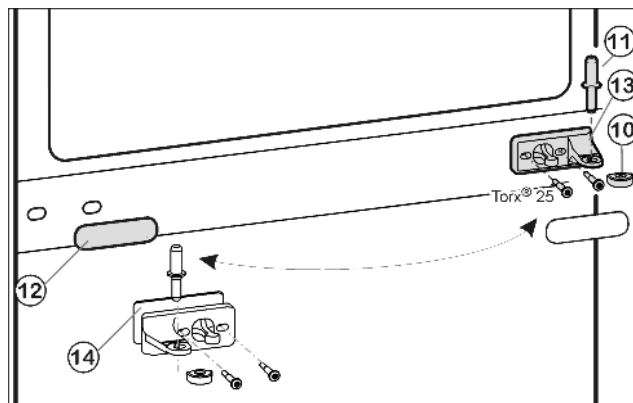
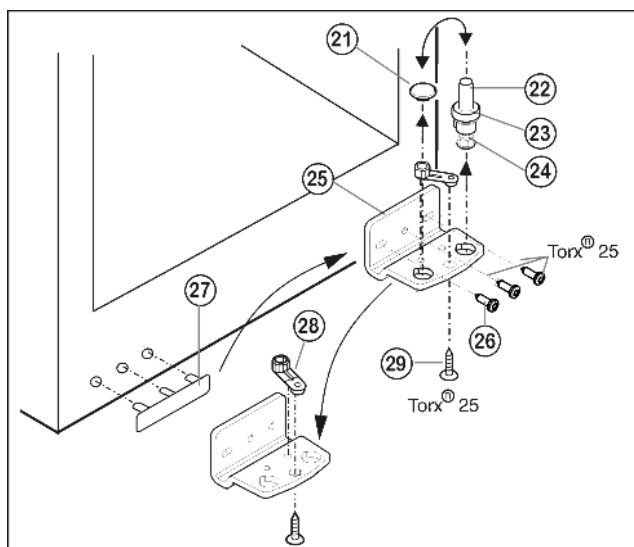

Fig. 5
Fig. 6
- Prostřední ložiskový čep Fig. 5 (11) vytáhněte ze stojanu ložiska a spodních dveří.
- Plastovou čepičku Fig. 5 (10) stáhněte.
- Stojan ložiska uprostřed Fig. 5 (13) odšroubujte (2 krát Torx® 25).
- Krytku Fig. 5 (12) opatrně stáhněte.
- Prostřední stojan ložiska Fig. 5 (13) s podložkou Fig. 5 (14) přišroubujte otočený o 180° na novou stranu závěsu (s 4 Nm).
- Krytku Fig. 5 (12) otočenou o 180° zasuňte na nové straně madla.
- Ložiskový čep Fig. 6 (22) včetně podložky Fig. 6 (23) a seřizovací nožky Fig. 6 (24) vytáhněte nahoru.
- Zátku Fig. 6 (21) odstraňte.
- Stojan ložiska Fig. 6 (25) odšroubujte Fig. 6 (26).
- Ložiskový díl Fig. 6 (28) odšroubujte Fig. 6 (29) a přemístěte jej do protilehlého upínacího otvoru stojanu ložiska, pak ho znovu pevně přišroubujte.
- Krytku na straně madla Fig. 6 (27) opatrně vytáhněte a přemístěte na druhou stranu.
- Stojan ložiska Fig. 6 (25) na nové straně závěsu zase přišroubujte příp. pomocí akumulátorového šroubováku (momentem 4 Nm).
- Zátku Fig. 6 (21) zase vložte do druhé díry.
- Ložiskový čep Fig. 6 (22) včetně podložky a seřizovací nožky zase nasadte. Přitom dávejte pozor, aby zajišťovací vačka směřovala dozadu.
- Spodní dveře nasadte shora na spodní ložiskový čep Fig. 6 (22).
- Plastovou krytku Fig. 5 (10) nasadte zase na prostřední stojan ložiska Fig. 5 (13).
- Prostřední ložiskový čep Fig. 5 (11) vložte přes prostřední pouzdro ložiska Fig. 5 (13) do spodních dveří na nové straně závěsu.
- Horní dvířka usadte na prostředním ložiskovém čepu Fig. 5 (11).
- Dveře případně pomocí obou podélných děr ve spodním stojanu ložiska Fig. 6 (25) a v prostředním stojanu ložiska Fig. 5 (13) vyrovnejte tak, aby lícovaly. Vyšroubujte prostřední šroub na stojanu ložiska dole Fig. 6 (25).